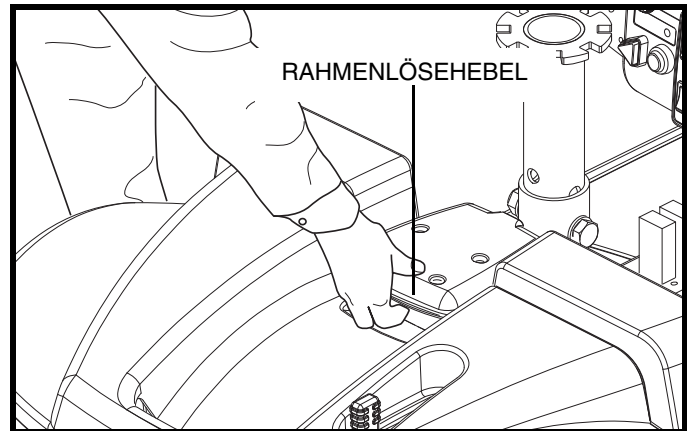

Abb. 22. Rahmenlösehebel
3. Festhalten und Hochheben am Rahmenlösehebel (siehe Abb. 22).